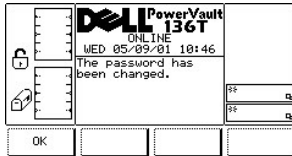

Abbildung 83. Dialogfeld "Setup" > "Utils" > "Secure" > "Password Changed"
- 11 Geben Sie nun das neue Passwort in das Feld **New** ein, und drücken Sie die Taste unter dem Softkey **OK**. Das Passwort wurde geändert, jedoch nicht gespeichert. Siehe Abbildung 83.